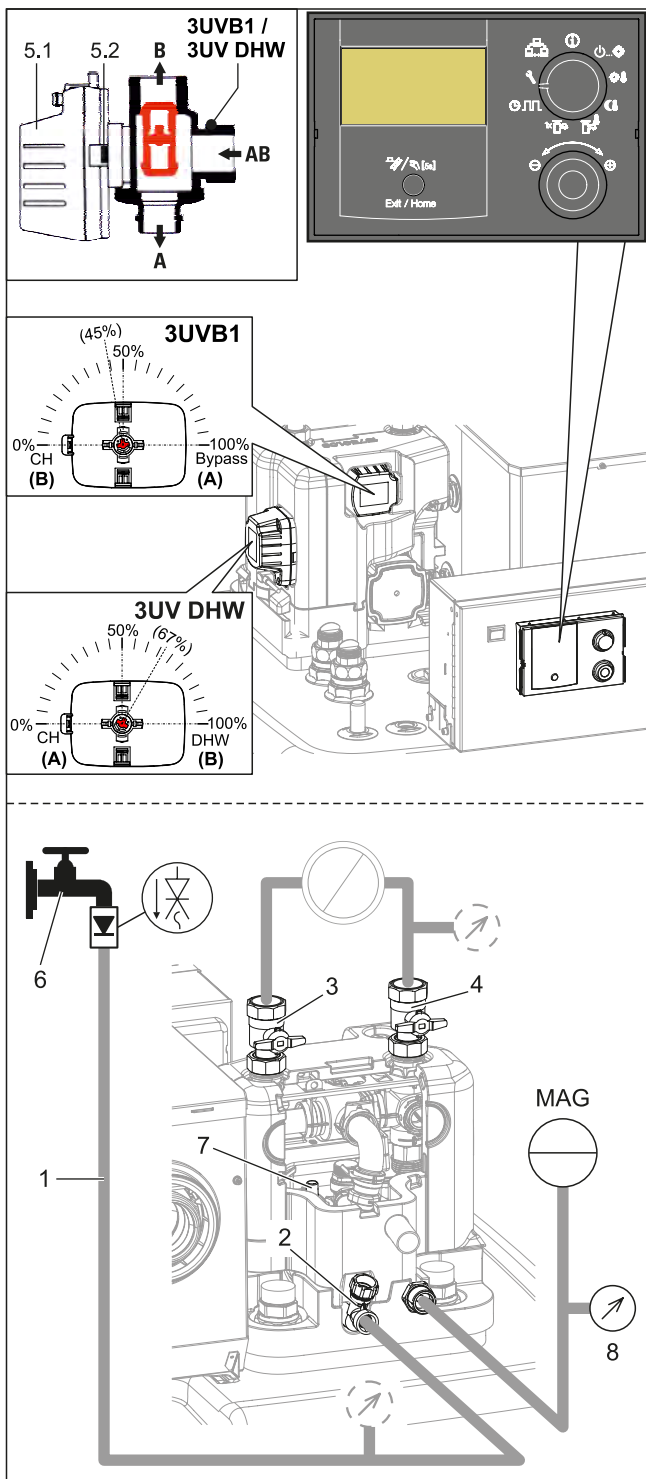

Bild 9-7 Heizungs- und Speicherladekreislauf befüllen (dargestellt an GCU compact 5xx)
- 1 Füllschlauch (Bild 9-7, Pos. 1) mit Rückflussverhinderer und einem externen Manometer⁽¹⁾ (bauseits) an den KFE-Hahn (Bild 9-7, Pos. 2) anschließen und gegen Abrutschen mit einer Schlauchschelle sichern.
- 3 Wasserhahn (Bild 9-7, Pos. 6) der Zuleitung öffnen.
- 4 KFE-Hahn (Bild 9-7, Pos. 2) öffnen und Manometer (Bild 9-7, Pos. 8) beobachten.
- 6 KFE-Hahn (Bild 9-7, Pos. 2) schließen.
- 8 Wasserhahn (Bild 9-7, Pos. 6) der Zuleitung schließen.
- 9 Füllschlauch (Bild 9-7, Pos. 1) mit Rückflussverhinderer vom KFE-Hahn (Bild 9-7, Pos. 2) trennen.